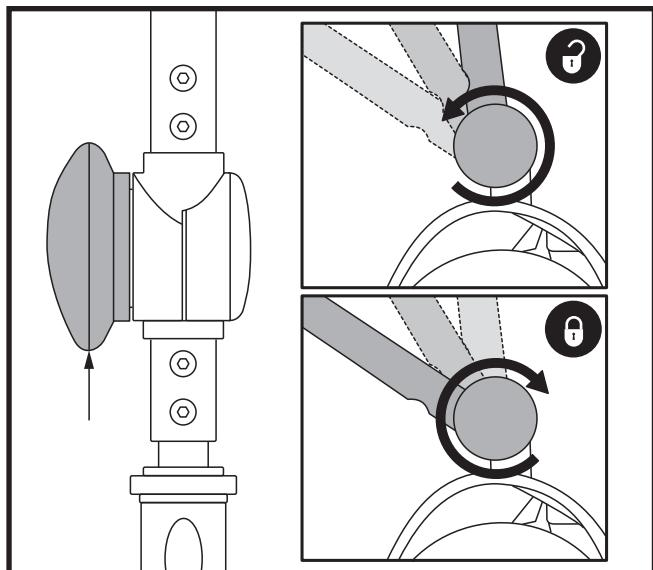

Figure 13. Réglage du guidon
### REGLAGE DE L'INCLINAISON DU GUIDON (Voir la figure 13)
1. Avec le siège et la batterie retirés (voir les procédures de démontage sur la page précédente), abaissez le guidon et serrez le bouton de réglage. **Voir la figure 13.**
3. Remontez complètement le guidon en position et resserrez le bouton de blocage. **Voir la figure 13.**